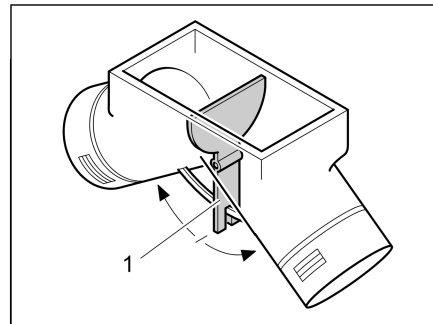

Fig. 108 Ventilateur à air pulsé, vanne de réglage en position intermédiaire
En position intermédiaire, l'air chaud se répartit uniformément sur les deux sorties à air chaud. Le levier de commande (Fig. 108,1) pour la vanne de réglage est installé sous le portillon de la penderie.
- Pousser le levier de commande (Fig. 108,1) dans le sens de la flèche jusqu'à obtention de la position désirée.